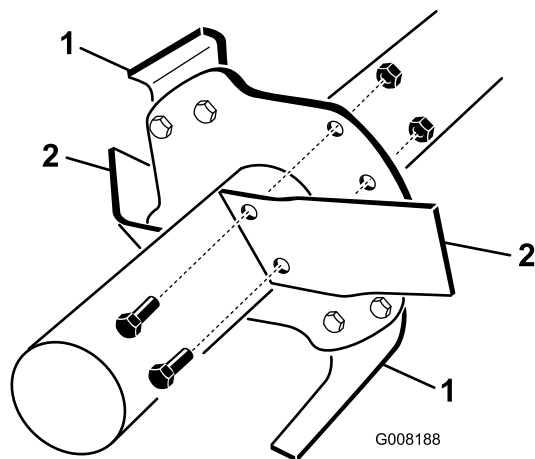

Рисунок 14
6. Зніміть старі зубці по 1 одночасно і встановіть нові зубці (Рисунок 14).